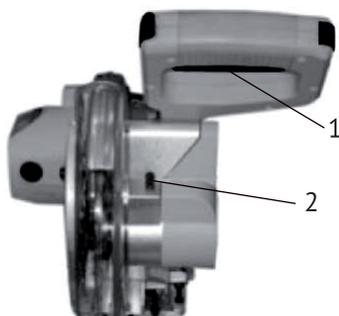

рис.2
-включение/выключение пилы осуществляется нажатием на кнопку выключателя (рис.2 поз.1). Подвижной защитный кожух будет подниматься автоматически по мере опускания режущего блока.
- отведите подвижный защитный кожух (рис.5 поз.2) вверх до упора, чтобы иметь свободный доступ к шпинделю (рис.5 поз.1). Заблокируйте вращение шпинделя нажатием кнопки фиксации, расположенной на корпусе редуктора (рис.2 поз.2);